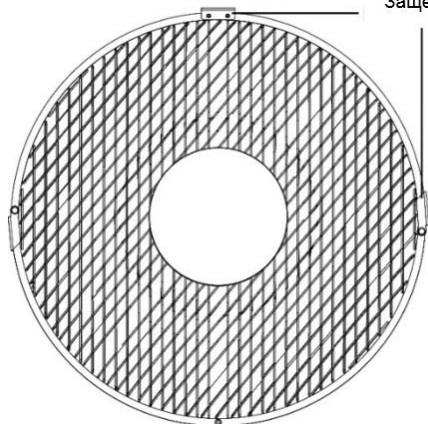

Рисунок 5
- Откройте все защелки на защитной сетке (рисунок 5)